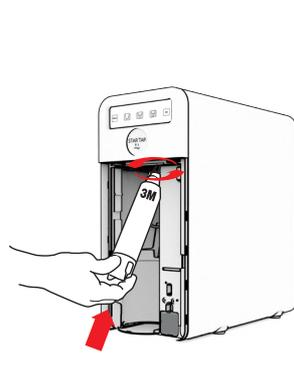
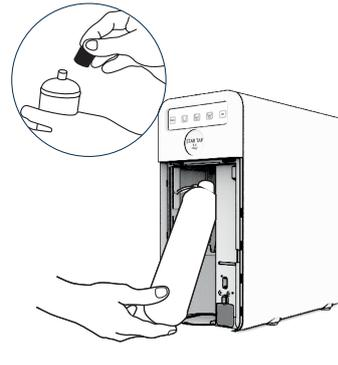

Fig. 3-29
Fig. 1-14
**29.13** - Inserire il filtro nella testata spingendolo verso l'alto e ruotandolo in senso orario fino a raggiungere il punto di blocco, vedi Fig. 3-29. Prendere la bombola CO2 e rimuovere il tappo di protezione, avvitarla al riduttore in senso orario, qualora ci fosse un leggero sfiato, è da ritenersi normale, vedi Fig. 1-14.